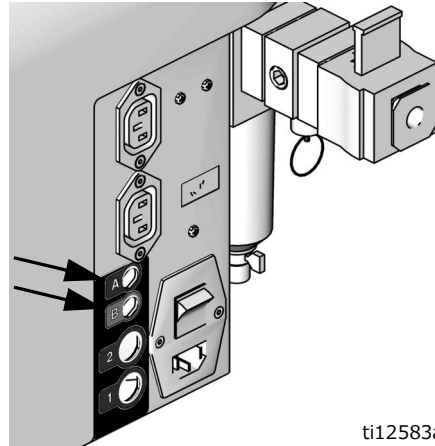

図 6: タンクリフィルキットの電源
2. **A側タンクにタンクリフィルキットを取り付けるには**、マシンの背面にある「A」コネクタにタンクリフィルキット電源コードを接続してください。図 6 を参照してください。
B側タンクにタンクリフィルキットを取り付けるには、マシンの背面にある「B」コネクタにタンクリフィルキット電源コードを接続してください。図 6 を参照してください。